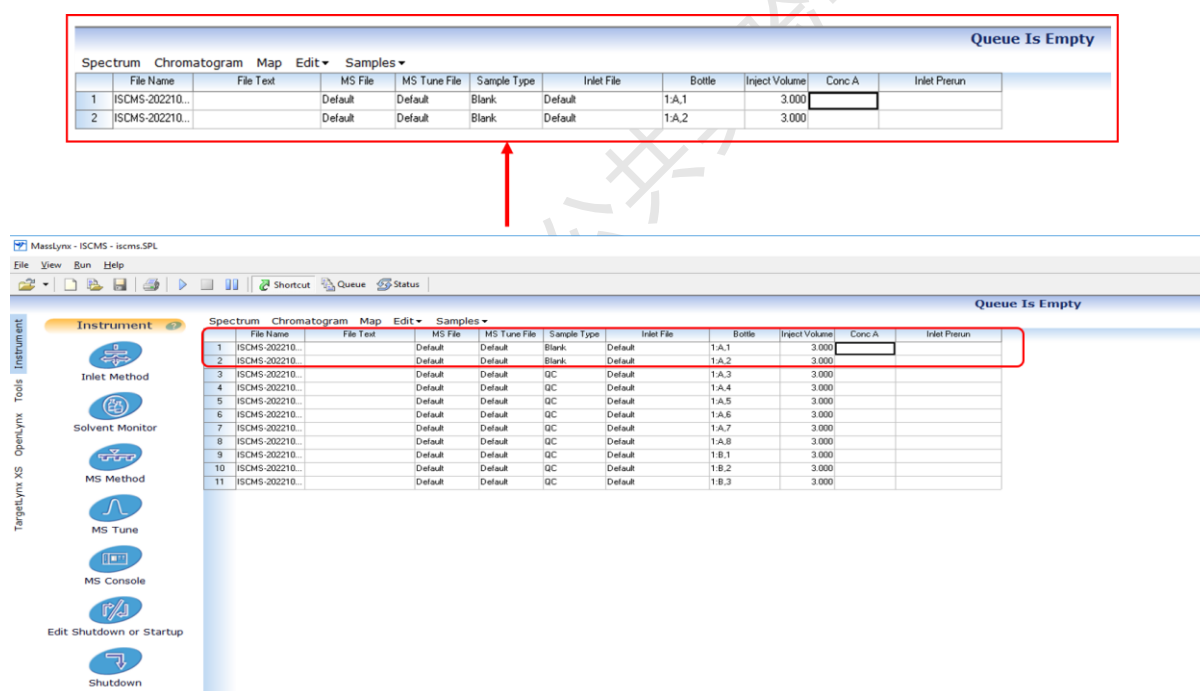

图 6-22
**Step1.** 回到 Masslynx 主界面, 打开个人进样列表或者新建进样列表 (图 6-22)。进样列表每一行序列共包含: 序列编号, File name, File text, MS File, Inlet File, Bottle, Inject
**Step1.** 如图 6-22, 在 Masslynx 操作界面主页, 选中 File Name 下方空格, 双击至显示光标, 即可输入文件名。